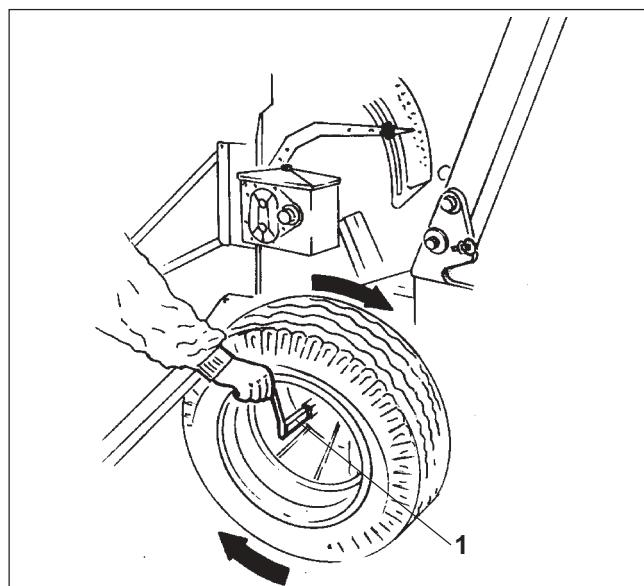
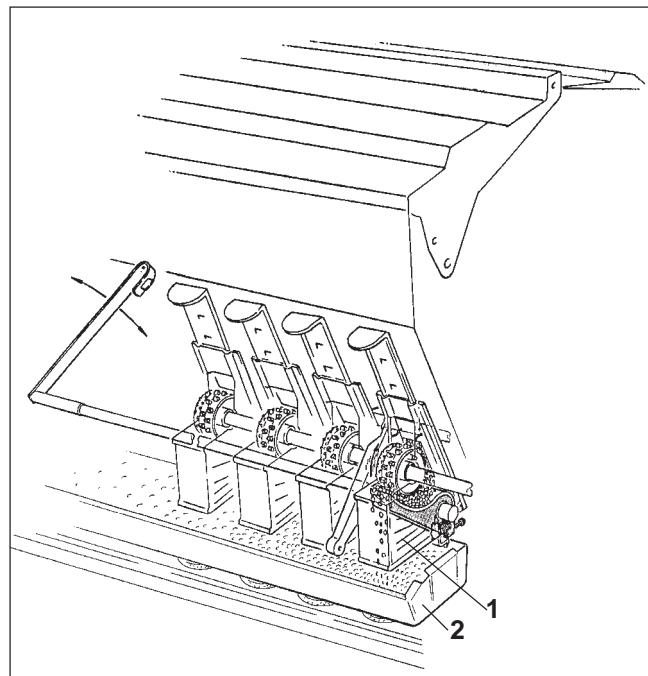

Рис. 8.6
Рис. 8.7
- Вставьте рукоятку для проворачивания высевающих аппаратов сеялки (Рис. 8.6/1) в квадратную трубу, находящуюся в правом колесе и проверните по часовой стрелке до тех пор, пока посевной материал не будет падать в лоток из всех высевных коробок (Рис. 8.7/2).
- Разгрузите лотки (Рис. 8.7/2) в семенной ящик и установите для проверки нормы высева снова на планку с воронками.
- Вставьте рукоятку для проворачивания высевающих аппаратов сеялки (Рис. 8.6/1) в квадратную трубу, находящуюся в правом колесе и проверните колесо сеялки по часовой стрелке такое количество раз, как указано в пункте 8.3. Обычной является установка сеялки на норму высева на 1/40 га. Только при небольших нормах высева, например, при высеве рапса, и при использовании весов с грубой разметкой, мы рекомендуем производить проверку на 1/10 га.